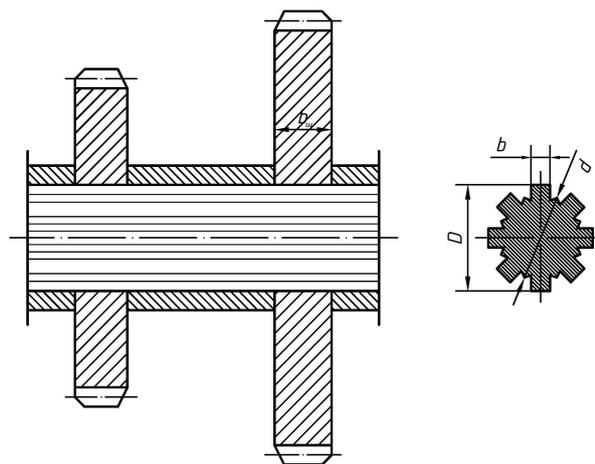

Рис. 7.2. Расчетная схема к задаче № 2
2. Подобрать по ГОСТу неподвижное шлицевое соединение шестерен с валом (рис. 7.2) и проверить его на прочность. Диаметр вала d и передаваемый крутящий момент T приведены в табл. 7.2